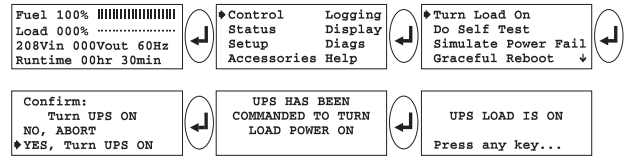

Рис. 5-22 Порядок включения нагрузки
8. Выполняйте описанные ниже шаги для подачи выходного напряжения на подключенную нагрузку. На рис. 5-22 приведена последовательность экранов. *Примечание. При выполнении этого шага рекомендуется переключить присоединенную нагрузку в положение “off” (выкл). После подачи напряжения переключите нагрузку в положение “on” (вкл).*